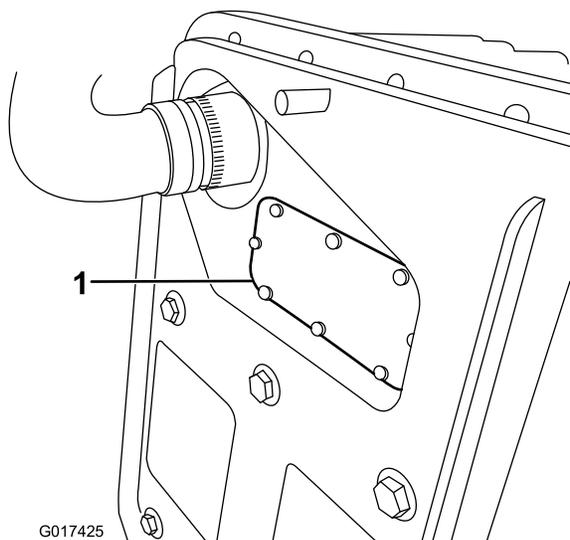

Figura 37
- B. Togliete il coperchio del fusibile (Figura 37).